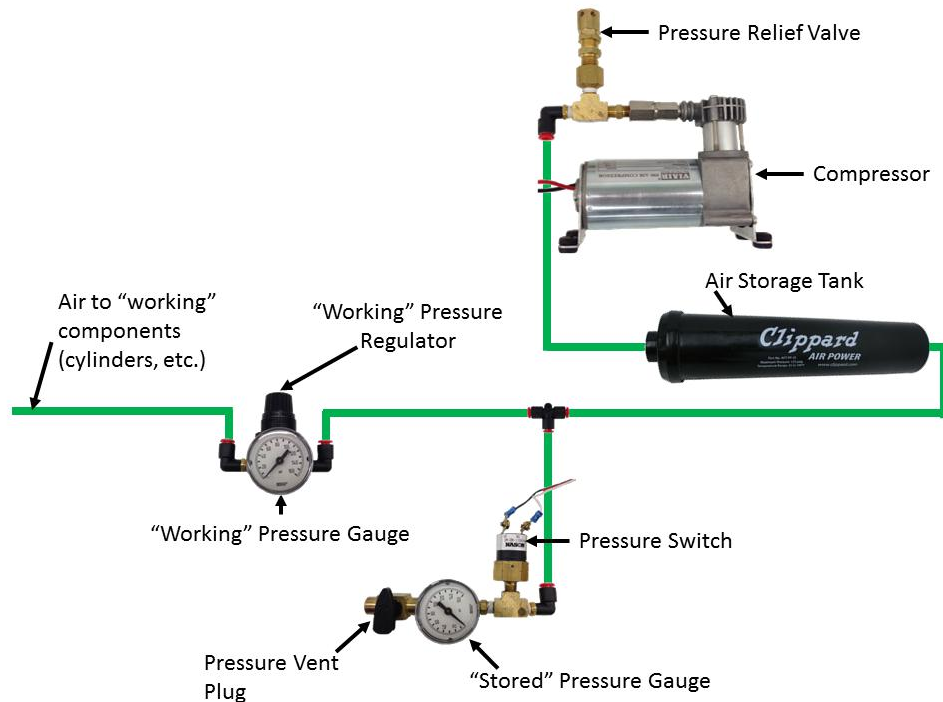

Figure 9- 14 Pneumatic circuitry
- R78.** 如果使用气动元件，则需要以下项目作为气动回路的一部分，并且必须按照本节的规定使用，如图 9-14 (Figure 9- 14)